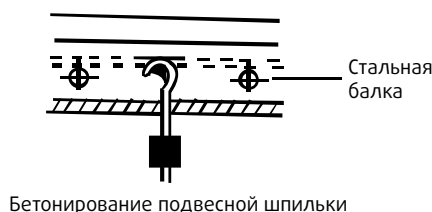

рис. 4-4
**Имеющаяся бетонная конструкция:** Для более надежной фиксации установите подвесной кронштейн при помощи анкера в бетонную конструкцию на глубину 45-50 мм (рис. 4-4).